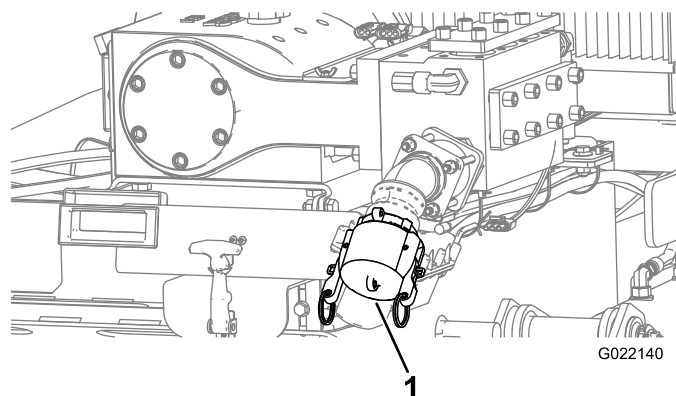

Figure 150
- C. Vérifiez que le bouchon est en place sur l'entrée de la pompe à fluide de forage (Figure 150).